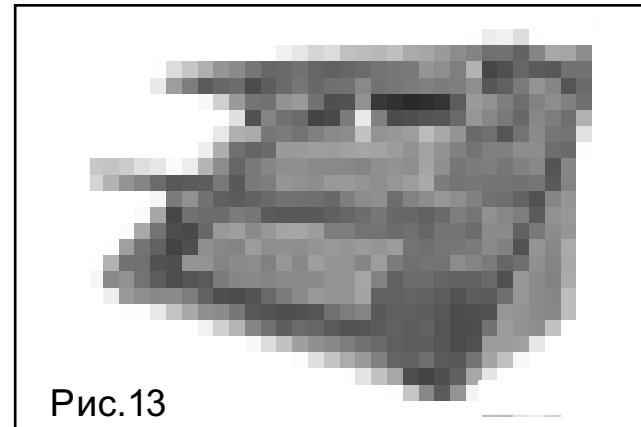
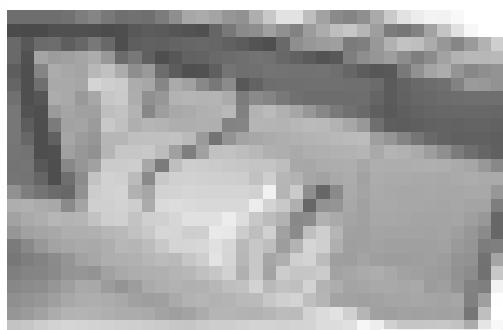

Рис.13
Рис.14
- **Снятие фильтра для жира (рис. 13)**
- Замена угольного фильтра (рис. 14)**
Откройте передние створки: возьмитесь за нижние края и поворачивайте створки наружу до упора, потом аккуратно отпустите их, чтобы створки заблокировались. Снимите фильтр для жира, нажав на стопор и потянув наружу. (Рис. 13) Крутящим движением по часовой стрелке отсоедините угольный фильтр (рис. 14).